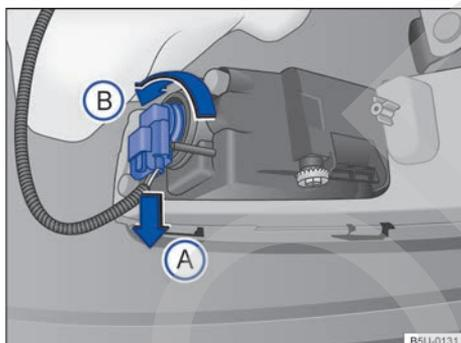

Fig. 186 Detrás del paragolpes delantero: acceso a la lámpara incandescente del farol de neblina.
2. Desencajar el conector de alimentación de la lámpara → fig. 186 en el sentido de la flecha Ⓐ, presionar, al mismo tiempo, la traba de fijación del conector.
3. Gire el portalámpara → fig. 186, en sentido antihorario de la flecha Ⓑ, y desencájelo del alojamiento.